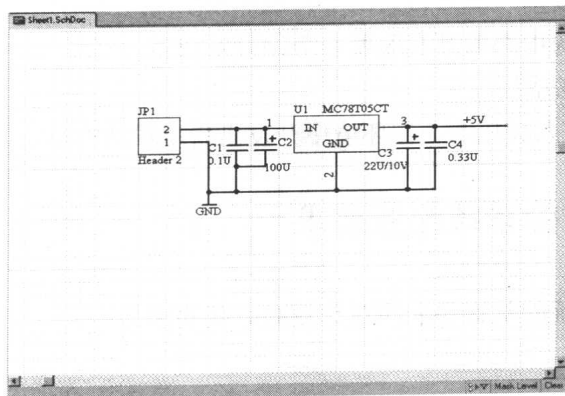

图 1-1 Protel DXP 设计的原理图实例
(1) 原理图的设计 (*.schdoc)。主要用于电路原理图的设计，为印制电路板的设计做准备。图 1-1 是一个用 Protel DXP 设计的原理图实例。